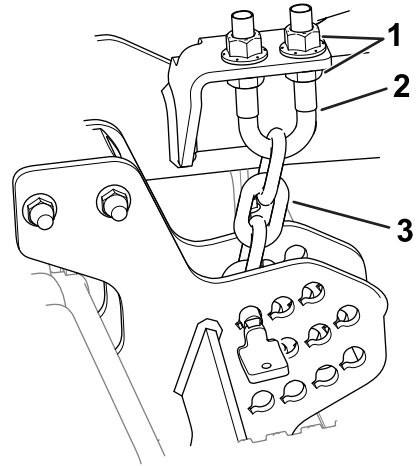

図 7
7. 刈高チェーンのUボルトの下側についているジャムナットをゆるめる 図 7。
8. ブレード後端の高さが前端よりも 6-10 mm 高くなるように、ナット 図 7でカッティングユニット後部の高さを調整する。